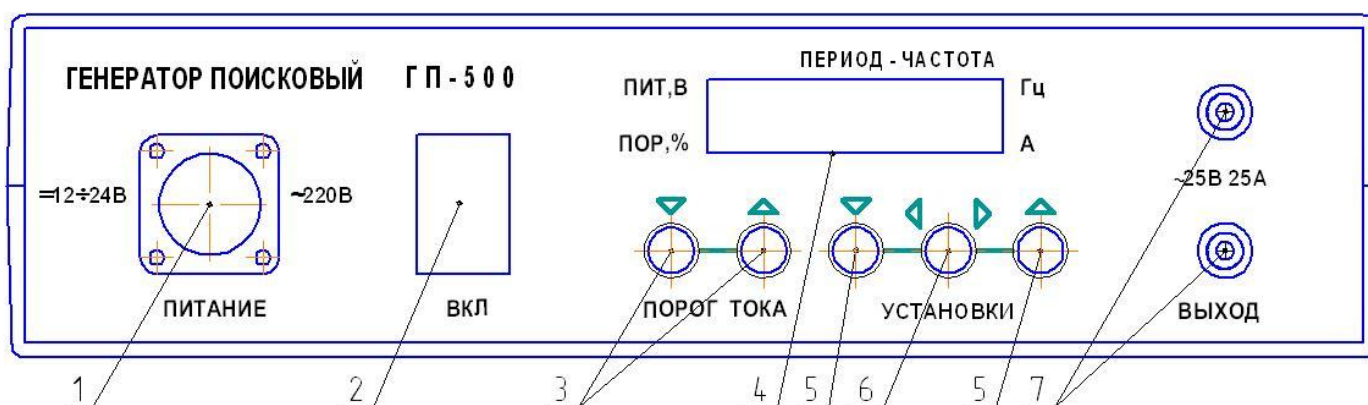
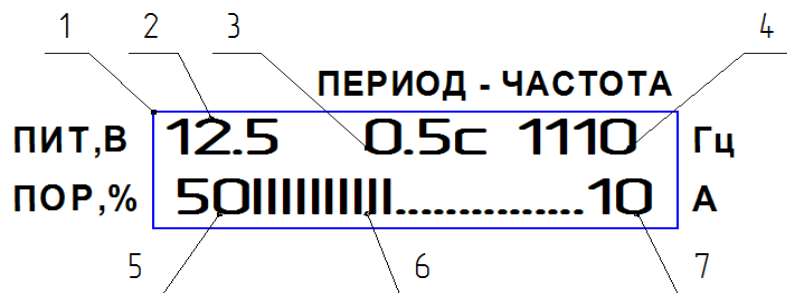

Рис.1. Лицевая панель генератора.
Рис.2. Символьный индикатор.
Конструктивно генератор собран в пластмассовом прямоугольном корпусе. Все органы управления и индикации расположены на лицевой панели прибора (рис.1).
Режим работы и состояние всех установок контролируется с помощью символьного индикатора (рис.2). Он является одновременно световым индикатором включенного состояния генератора и в темноте имеет фоновую подсветку символов.
Перед включением генератора сетевым переключателем 2 на рис.1 генератор должен быть подключен через разъем шнуром с вилкой к сети переменного тока 220 В или, двумя проводами с зажимами, к аккумулятору 24 или 12 В. После включения тумблера питания на символьном индикаторе генератора появляется информация и генератор переходит в тот режим работы, из которого он был выключен. Перед соединением клемм «Выход» генератора с нагрузкой следует выбрать нужный режим работы.
Кнопками 3 «Порог тока» можно непосредственно выбрать максимальный уровень выходного тока генератора в процентах от максимального значения (25 А). Для уменьшения максимального выходного тока используется левая кнопка (со стрелкой вниз), а для увеличения — правая кнопка (со стрелкой вверх). Каждое нажатие кнопки генератор подтверждает коротким звуковым сигналом. Изменения заданного максимального порога тока отображаются цифрами в левом нижнем углу индикатора (рис. 2). Начинать подключение неизвестной нагрузки рекомендуется с минимального уровня тока (10 - 20%).
Три кнопки (5, 6 на рис. 1) служат для установки всех остальных параметров генератора, доступ к которым осуществляется режее. Все регулировки начинаются с нажатия кнопки (6) управления курсором индикатора (мигающего индикатора, который выделяет один из символов). После первого нажатия на кнопку 6 курсор устанавливается на младшей цифре значения периода модуляции выходного тока (3 рис. 2). Если, при выделенной цифре периода, нажимать кнопки (5), то можно последовательно уменьшать или увеличивать период модуляции. При установке периода модуляции в значение «0,0» модуляция отключается, и генератор работает непрерывно.
Второе нажатие кнопки управления курсором сдвигает курсор вправо и выделяет цифру, отображающую единицы тысяч Герц частоты генератора на выходе (6 рис.2). Кнопками 5 (при выделенном символе единиц тысяч) можно выбрать желаемое значение или оставить прежнее.
Третье нажатие кнопки 6 рис.1 перемещает курсор индикатора дальше вправо на сотни Герц. В режиме выделения сотен Герц их значение можно изменить кнопками увеличения и уменьшения (5 рис.1).
Четвертое нажатие кнопки курсора 6 рис.1 перемещает курсор индикатора на десятки Герц. Десятки герц также доступны для изменения. Минимальная частота настройки генератора составляет 100Гц, а максимальная 9990Гц. При попытке установить меньшее значение частоты, генератор подаст предупредительный длинный звуковой сигнал. Дальнейшее нажатие кнопки управления курсором вернет указатель курсора в первую позицию и так по кругу. Через десять секунд, после последнего нажатия любой кнопки 5 или 6 «Установки», курсор погаснет. Для повторной настройки параметров генератора нужно вновь вызвать указатель курсора на индикаторе кнопкой 6 рис.1.